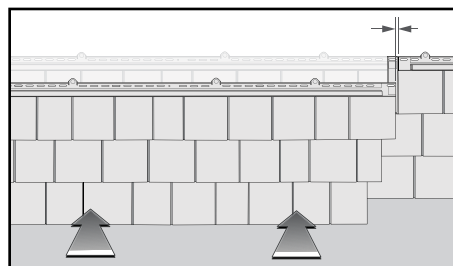

Figura 4
4. Instale el siguiente panel colocándolo debajo de la tira de inicio y al lado del primer panel. Empuje como se muestra en la (Figura 4). Separe el segundo panel según la temperatura del panel en la posición correspondiente para colocar el panel en su lugar. Golpee suavemente el exterior de las estrías del HammerTaper™ para posicionar correctamente el panel a la izquierda o a la derecha.